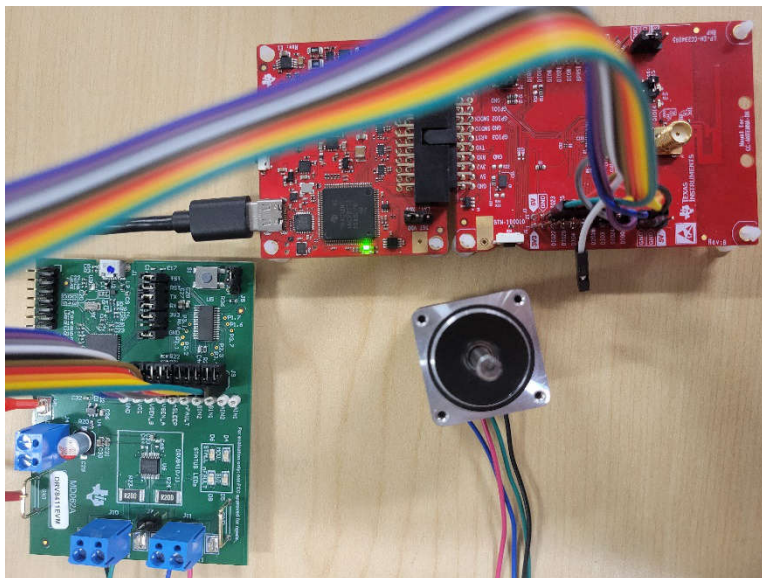

図 2-2. 物理ハードウェアのセットアップ
ステッパ モーターの配線は、モーター メーカーが指定する向きで DRV8411EVM の出力端子に接続する必要があります。DRV8411EVM の VM/VCC 電源は、LP-EM-CC2340R5 とは別に供給する必要があります。これは、LP-XDS110(ET) ではステッパ モーターの駆動に必要な電流を十分に供給できないためです。最終結果は、図 2-2 のようになります。